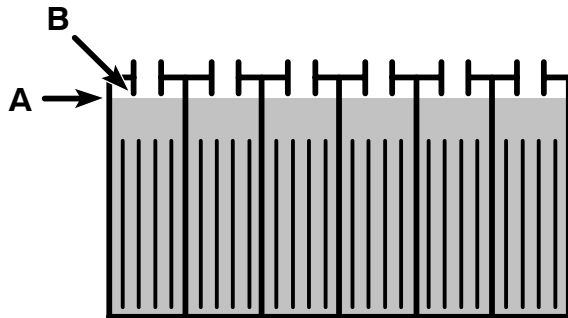

FIG. 32
7. Batteries plomb-acide: après le chargement, vérifiez le niveau d'électrolyte (A) des batteries. Le niveau doit se trouver environ à .375 in / 1 cm du bord inférieur de l'orifice de remplissage (B) (Figure 32). Ajoutez de l'eau distillée si nécessaire. **NE REMPLISSEZ PAS TROP.**